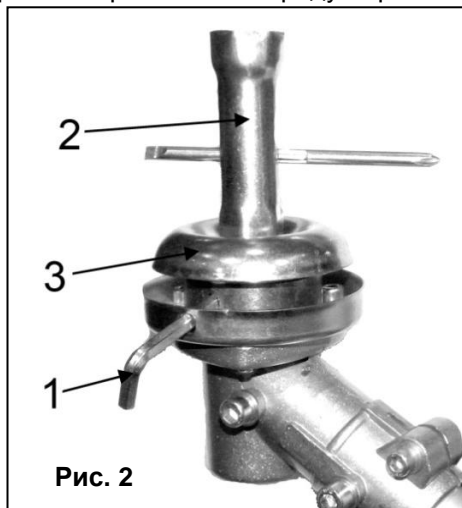

Рис. 2
- Для фиксации редуктора, вставьте шестигранный ключ (1)(См. Рис.2)(входит в комплект), или подобный стопорный стержень в совмещенные отверстия в чашке редуктора и ступице вала.
- Используя комбинированный ключ (2)(См. Рис.2)(входит в комплект поставки), открутите гайку, снимите крышку (3) (См. Рис.2) и фиксирующую шайбу с вала.